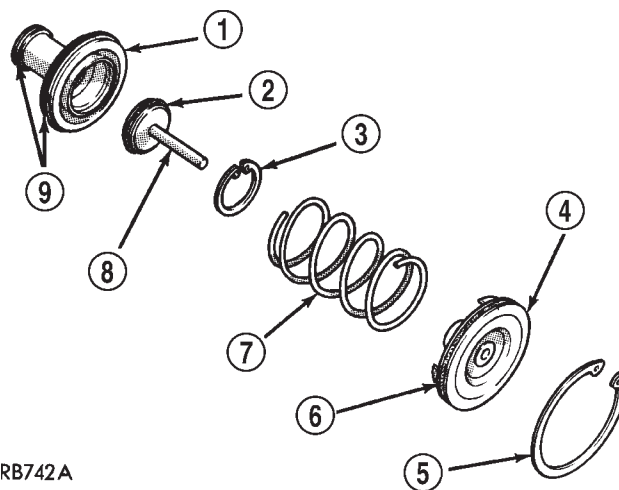

Fig. 64 Servo de retirada de carga controlada
(23) Ensamble el conjunto del servo de retirada como se muestra en la (Fig. 64).